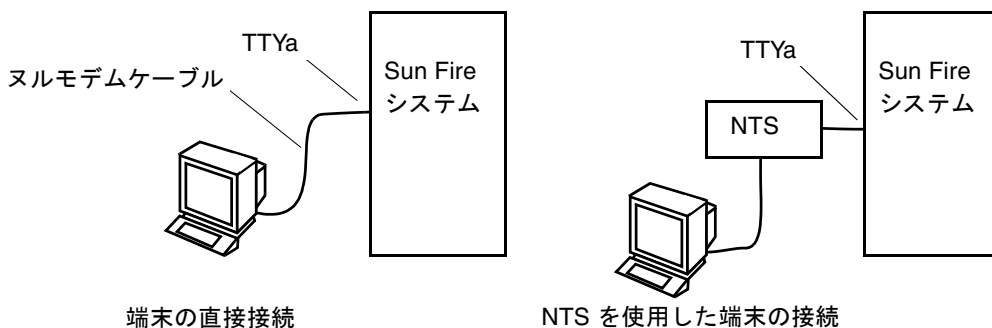

図 3-7 シリアルケーブルの接続
2. シリアルケーブルのもう一方の端を、ASCII 端末または NTS サーバーに接続します (図 3-7)。